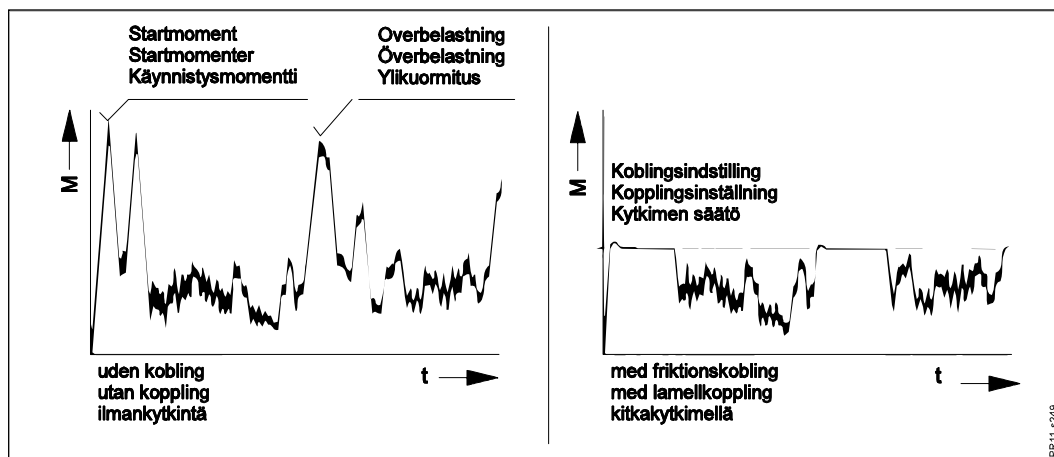

Fig. 5-2
**Fig. 5-2** For at sikre Deres traktor og maskine en lang levetid, bør maskinen udstyres med **friktingskobling** på den forreste kraftoverføringsaksel. På figuren er det illustreret, hvordan koblingen beskytter transmissionen mod høje momentspidser, samtidig med at den er i stand til at holde momentet oppe, mens den glider.